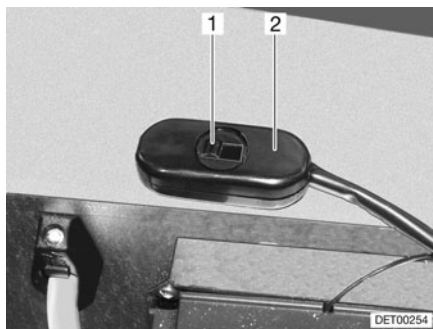

Fig. 165 Interrupteur réduction de la vitesse de rotation
L'interrupteur à curseur permet de régler la vitesse de rotation du circulateur (Fig. 165,2). Une faible vitesse de rotation réduit les bruits de fonctionnement de la pompe.
- Pousser l'interrupteur à curseur (Fig. 165,1) vers la droite. La puissance est réduite.